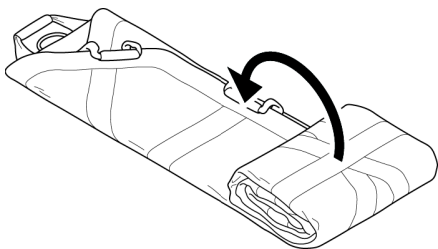

Figur 5
1. Fold hver lange side mod midten af transportdugen, som vist på figur 5 og 6.